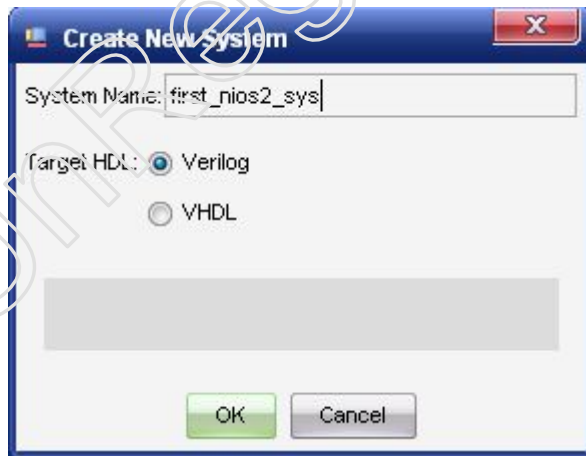

图 3.10 新建系统
2. 进入 SOPC Builder 配置页面后，首先映入眼帘的是如图 3.10 所示的创建新系统的界面。本实例输入系统名为 first_nios2_sys。点击 OK 完成系统新建。